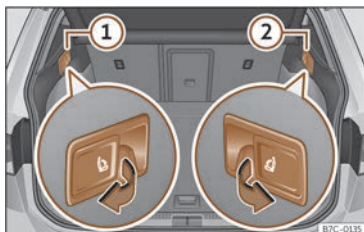

Fig. 76 En el maletero: palancas para desbloqueo del respaldo trasero.
- Tire de la palanca de desbloqueo a distancia de la parte izquierda >>> **fig. 76** ① o derecha ② del respaldo en el sentido de la flecha. La parte desbloqueada del respaldo trasero se abate automáticamente hacia delante.